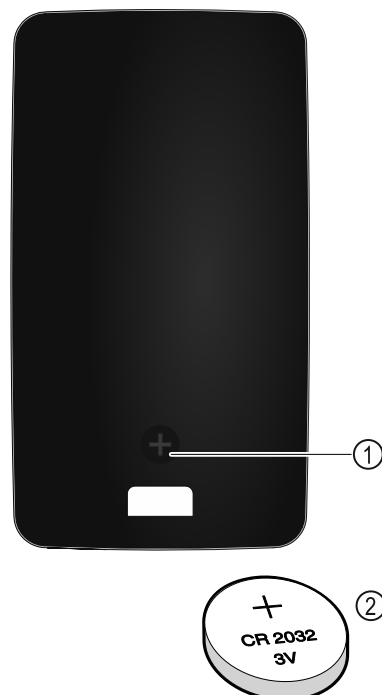

Fig. 223
Die Stromversorgung der Fernsteuerung erfolgt über eine Batterie des Typs CR 2032 mit 3V Fig. 223 (2), welche im Fachhandel erhältlich ist.
- Schraube Fig. 223 (1) auf Rückseite der Fernbedienung herausdrehen.